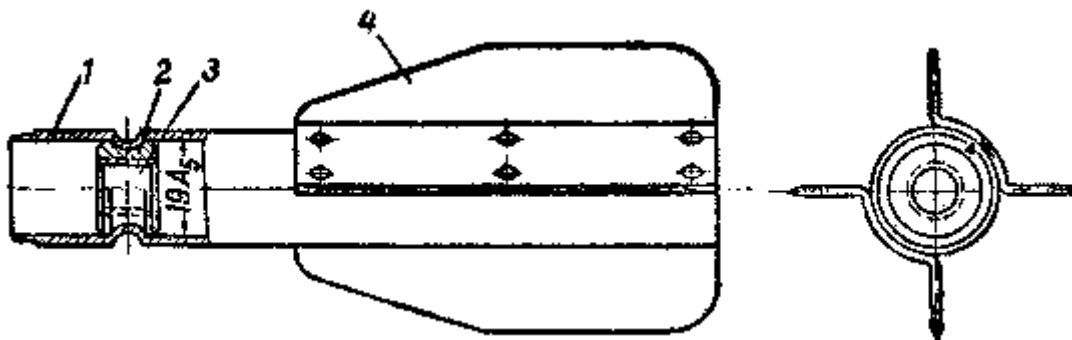

Рис. 4. Стабилизатор
**Стабилизатор** (рис. 4) служит для стабилизации гранаты на полёте. Он состоит из цилиндрической трубки, втулки и перьев.